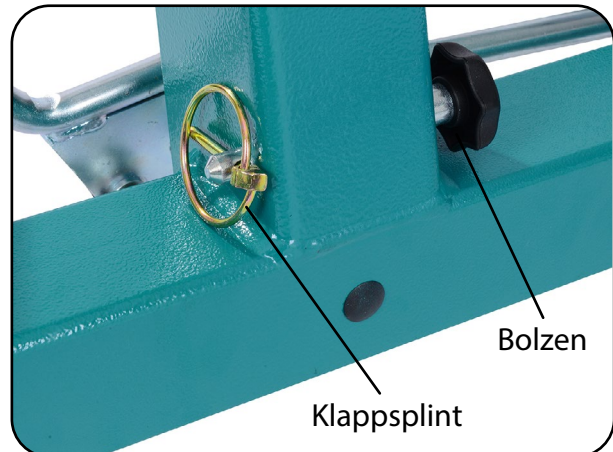

Abb.13.2.02 – Standmastaufnahme
4. Entfernen Sie an der Standmastaufnahme den Klappsplint mit dem Bolzen und klappen Sie den Standmast langsam und kontrolliert nach vorne (Abb.13.2.02 und Abb.13.2.03).